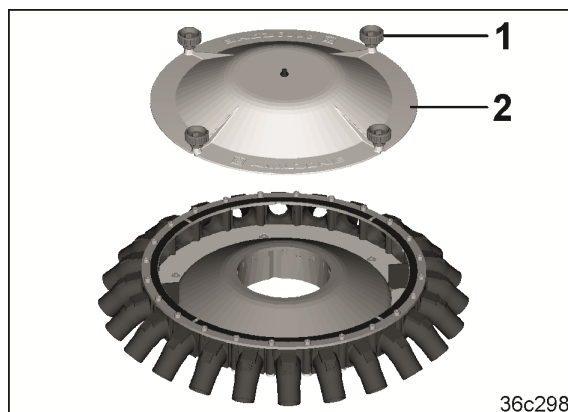

Рис. 217
1. Ослабить 4 винта с накатной головкой (Рис. 217/1) и снять крышку (Рис. 217/2) с сегментной распределительной головки.